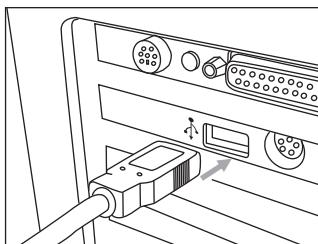

图27
- 将USB传输线的另一端插入电脑主机背后之空闲连接口，如图27：